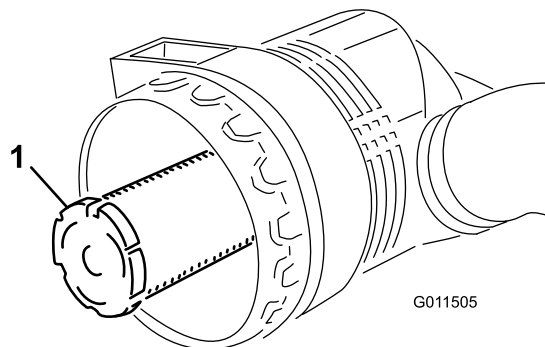

図 55
**重要** 安全フィルタ（図 55）は絶対に洗わないでください。安全フィルタは、1次フィルタの3度目の整備時に新品に交換します。